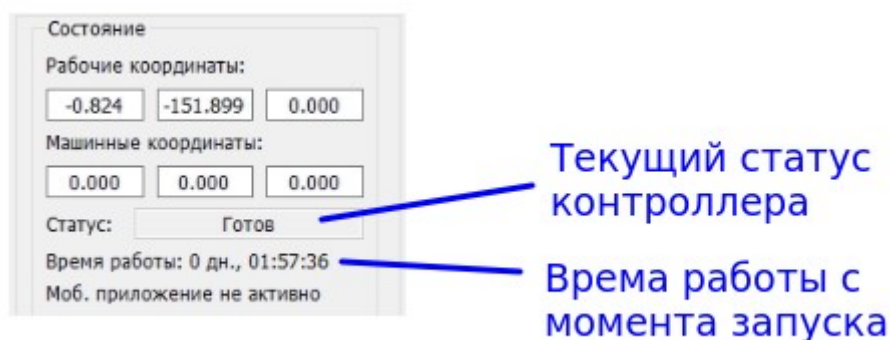

Рисунок 2: Статус контроллера
- 5) При успешном подключении к контроллеру, визуализатор покажет его текущий статус (в правом верхнем углу панель *Состояние*) — см. рис. 2 — в нормальном режиме контроллер будет находиться в состоянии «Готов». Если статус имеет значение «Нет соединения» — выбранный порт не доступен и не работает. Если статус имеет значение «Порт открыт» — выбран неверный COM-порт (с него не удастся считать статусную информацию).